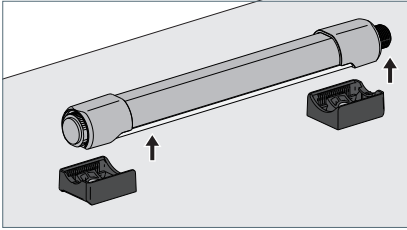

Fig. 10: Démontez le luminaire.
- Tournez le cache du luminaire vers la surface de montage et retirez le luminaire des supports, voir Fig. 10.